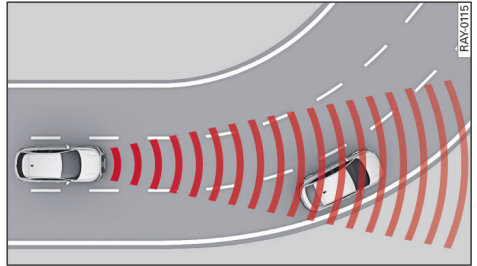

图 87 实例: 驶入弯道
- 在进入弯道 ⇨ 图 87 和驶出弯道时, 系统可能对相邻车道上的汽车作出反应并导致车辆制动。可以短促踩行驶踏板进行超控以防止降速。